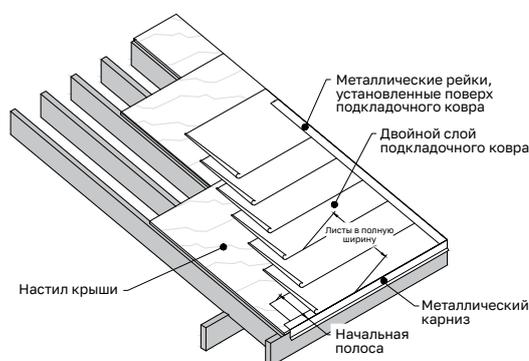

Рис.4. Монтаж RUFLEX Synthetic Plus при уклоне крыши от 1:5 до 1:3 в теплом климате
- Далее укладывайте полные листы с нахлестом половины ширины предыдущего слоя. (Рис. 4)